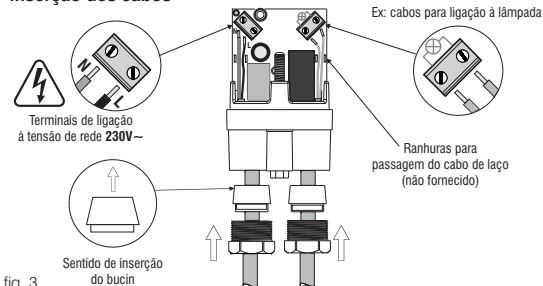

fig. 3
- furar a membrana das gomas da guarnição e inserir nos cabos (fig. 3);